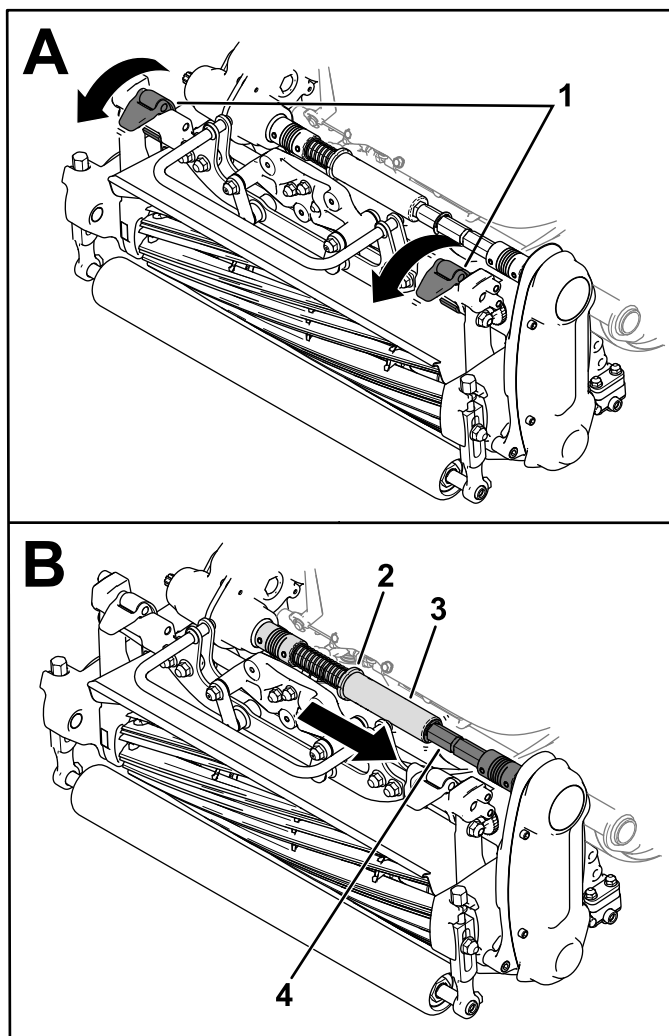

Figura 37
3. Abbassate i fermi delle sospensioni per fissare l'apparato di taglio alla macchina (Figura 37).
4. Estraete il collare dalla scanalatura del giunto di accoppiamento della trasmissione e inserite il tubo esagonale nel giunto di trasmissione dell'apparato di taglio (Figura 37).